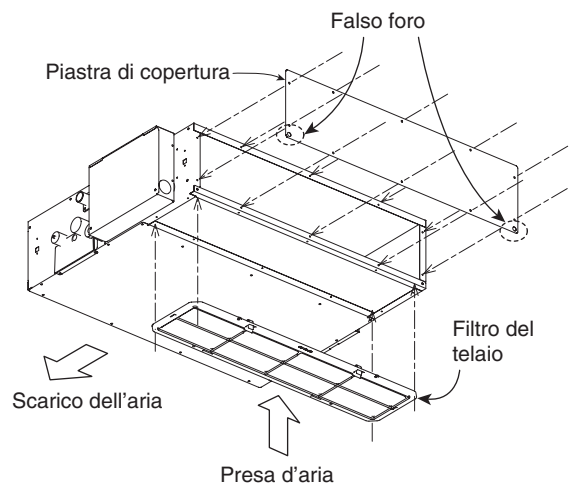

Fig. 3-5
- (2) Fare riferimento alla figura per fissare la piastra di copertura e il filtro del telaio nella direzione della freccia. (Fig. 3-5)